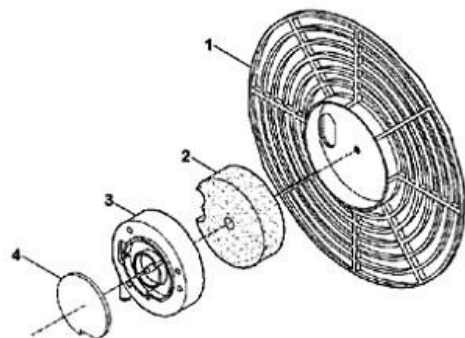

Abb. 8
Luftansaug- und Luftzufuhrfilter Alle 500 Stunden: Die Filter kontrollieren. Das hintere Gitter (1) abbauen, den Ansaugfilter (2) mit einem milden Reinigungsmittel waschen und vor der erneuten Montage sorgfältig abtrocknen. Den Deckel (3) entfernen und den Zufuhrfilter (4) ersetzen (Abb. 8).